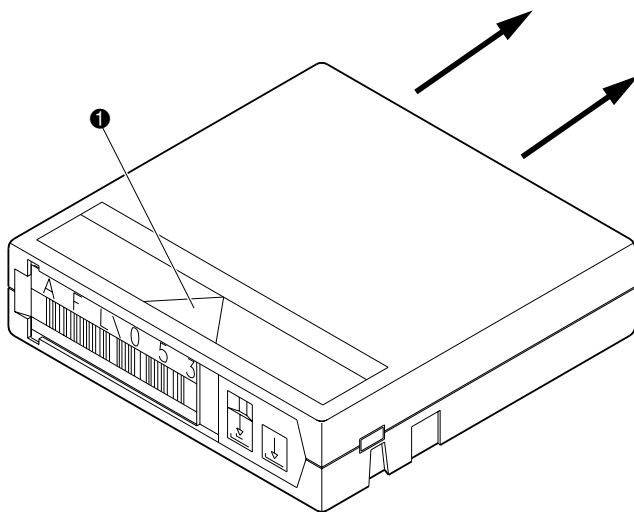

図2-12: テープカートリッジの取り付け (図はDLTカートリッジを示しています)
ライブラリの背面、およびフロントドアの内側にある各固定テープ貯蔵ビンに、テープカートリッジを入れます(①図2-12)。必ず、すべてのカートリッジが正しい向きでビンの中に装着されるようにしてください。